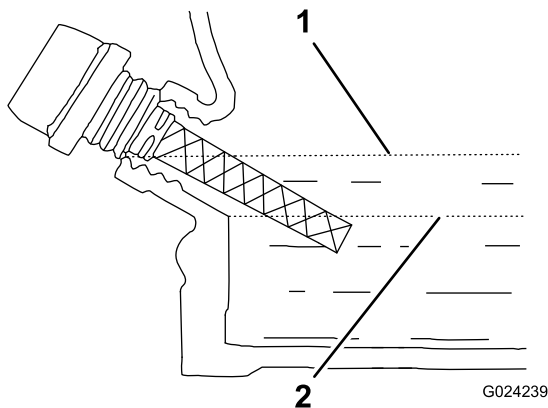

図 27
**注** オイル量がディップスティックの最低限度マークより下、またはその付近にある場合には、ディップスティックの最高限度マークのすぐ下給油口の下端までオイルを補給してください。図 27 を参照。その後、オイルの量をもう一度点検してください。エンジンオイルを入れすぎないでください。